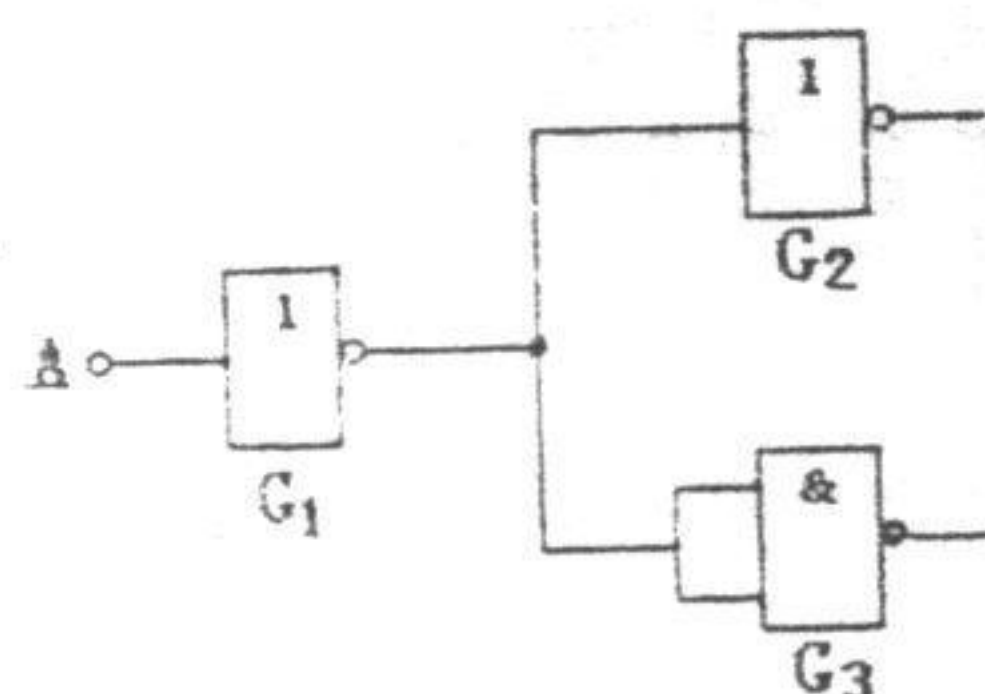

图 1
3、由 TTL 门组成的电路如图 1 所示。已知它们的输入短路电流 I_{IS} 为 1.5mA, 它们的高电平输入电流 I_{IH} 为 0.05mA, 试求: 当图中 A 为 1 时, G_1 的 电流为 ; 当 A=0 时 G_1 的 电流为 mA。